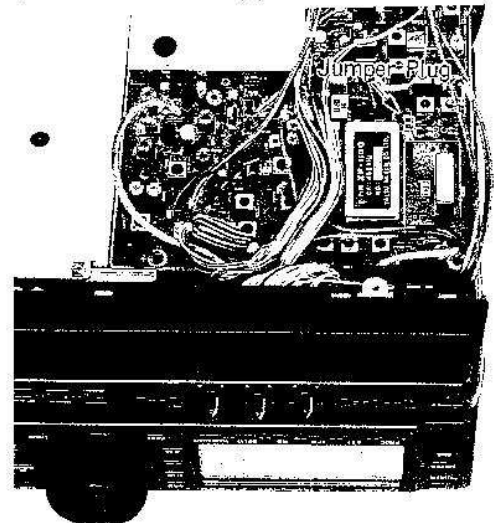

Figura 10: Ubicación del Filtros CW, y SSB Cerámico
- ☐ Refiérase a la Figura 10, y determine la ubicación correcta del filtro (o de los filtros) que está instalando. (No es posible instalar ambos, el XF-110C y XF-110CN, ya que ocupan el mismo lugar.) Si va a instalar alguno de ellos para recepción estrecha en CW, saque el puente.